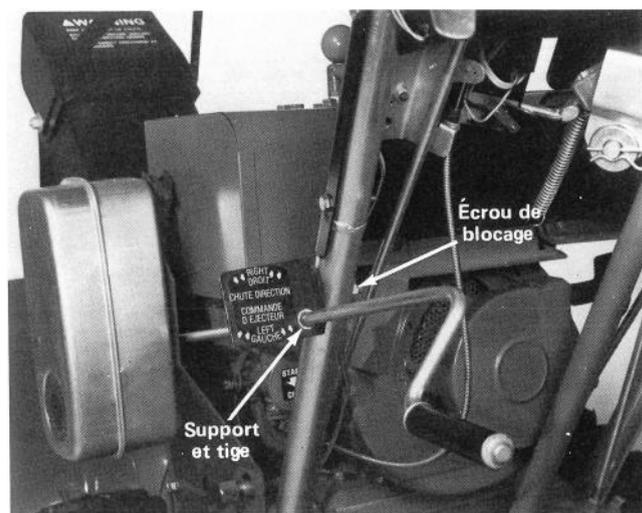
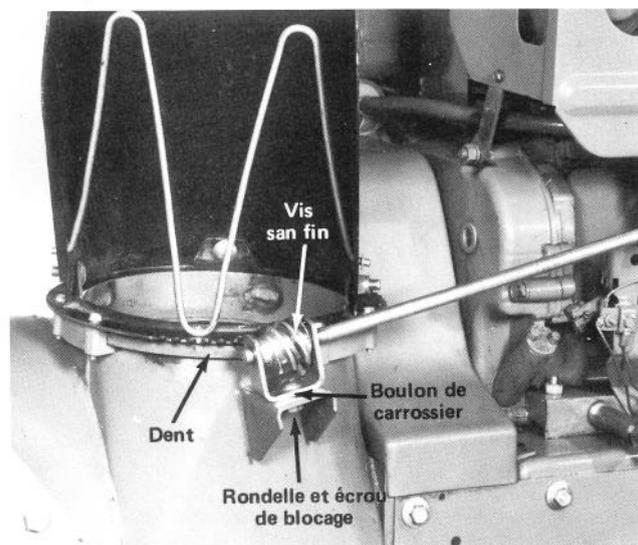

Figure 3
Figure 4
4. Posez le support et la tige de commande d'éjecteur sur le côté du mancheron à l'aide d'une vis à tête et d'un écrou de blocage (Fig. 3), mais ne serrez pas l'écrou de blocage.
5. Appliquez de la graisse à toutes fins no 2 sur la roue d'engrenage de vis sans fin (Fig. 4). Ensuite, fixez le support de vis sans fin et la vis sans fin sur le dessus de la collerette de montage à l'aide du boulon de carrossier, de la rondelle pyramidale et de l'écrou de blocage conique (Fig. 4). Ne serrez pas l'écrou de blocage.
6. Appuyez bien la vis sans fin sur les dents de l'anneau de retenue, puis serrez l'écrou de blocage (Fig. 4). Serrez aussi l'écrou de blocage du support de retenue de commande d'éjecteur, sur le mancheron (Fig. 3).